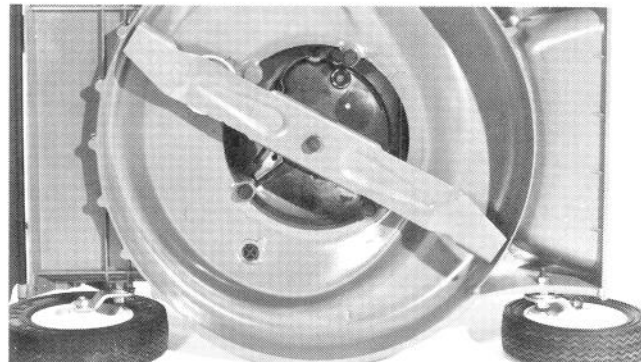

Figure 23
3. Inclinez la tondeuse sur son côté gauche (Fig. 23).